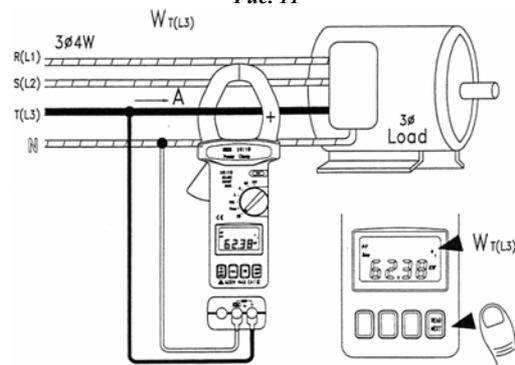

Рис. 12
8.4 После этого замеряется W_T (или W_{L3}) (см. рис. 12).